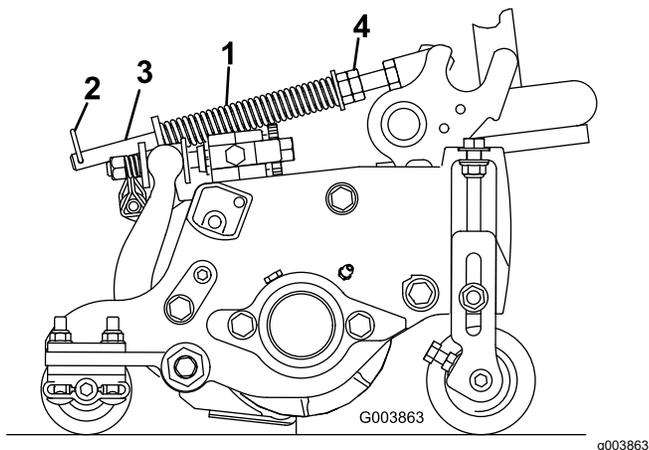

図 50
1. スプリングロッドの後の穴にヘアピンが差し込まれていることを確認してください 図 50。
2. スプリングロッド前部の六角ナットを締めて、スプリング圧縮状態の長さが159 mm になるようにする 図 50を参照。